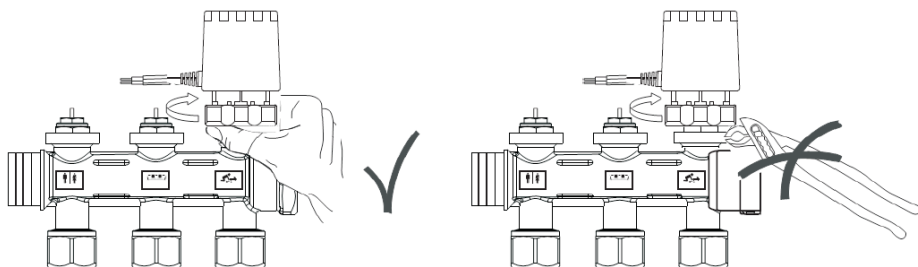

Рисунок 3 – установка изделия
- Зафиксируйте изделие посредством гайки накидной вручную, без использования инструментов (см. рисунок 3);